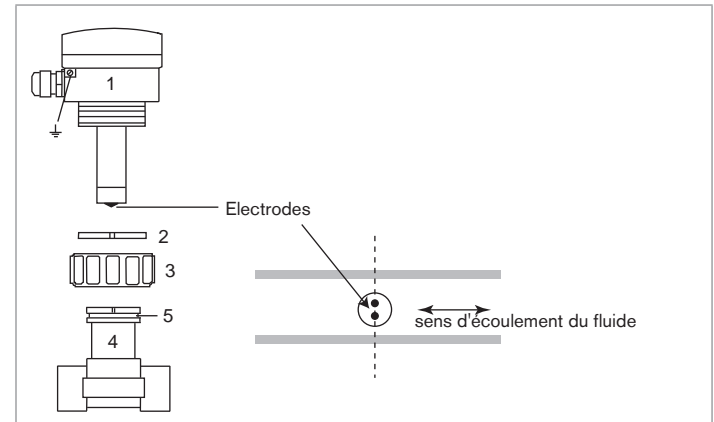

Fig. 11 : Installation du transmetteur sur la canalisation
- Insérer l'écrou (voir repère 3 Fig. 11) sur le raccord.
- Clipser la bague (repère 2 Fig. 11) dans la rainure (repère 5 Fig. 11).
- Insérer le transmetteur (repère 1 Fig. 11) dans le raccord, presse-étoupes parallèles à la conduite.
- Serrer l'écrou (repère 3 Fig. 11) sur le transmetteur à la main.